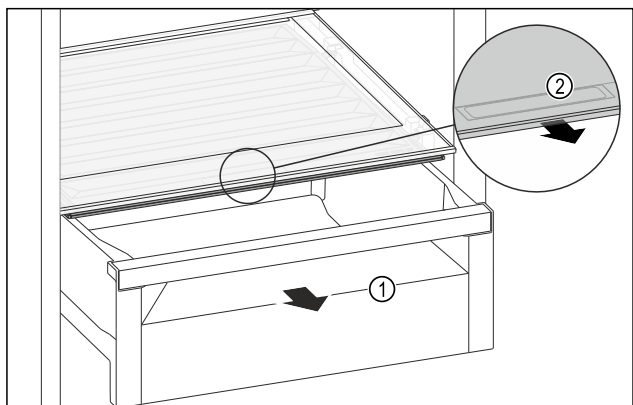

Fig. 206
- Estrarre il cassetto Fig. 206 (1).
- Afferrare la maniglia incassata Fig. 206 (2) sul coperchio dello scomparto e tirare allo stesso tempo in avanti il coperchio dello scomparto.